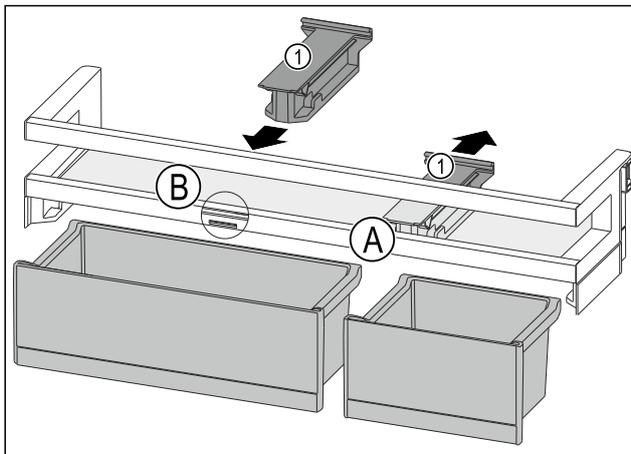

Fig. 112
- ▶ Retirer la pièce de retenue Fig. 112 (1) en position Fig. 112 (A) vers l'arrière.
- ▶ Mettre la pièce de retenue Fig. 112 (1) en position Fig. 112 (B).